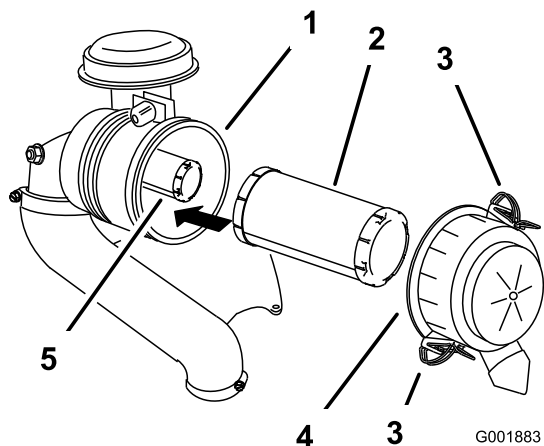

Figure 44
3. Ouvrez les dispositifs de verrouillage du filtre à air et séparez le couvercle du corps du filtre (Figure 44).
- Sortez l'élément principal du corps du filtre avec précaution (Figure 44).
- Si vous remplacez l'élément de sécurité, insérez-le avec précaution dans le corps du filtre (Figure 44).
- Placez ensuite l'élément principal sur l'élément de sécurité avec le même soin (Figure 44).
- Reposez le couvercle du filtre à air, le côté portant l'inscription **UP** en haut, et fermez les dispositifs de verrouillage (Figure 44).